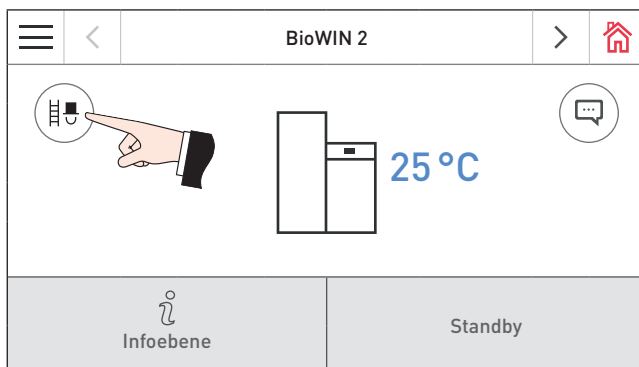

Fig. 25 Homescreen BioWIN2
- Kaminkehrer-Taste (🚫) am Homescreen des Kessels (Fig. 25) drücken.